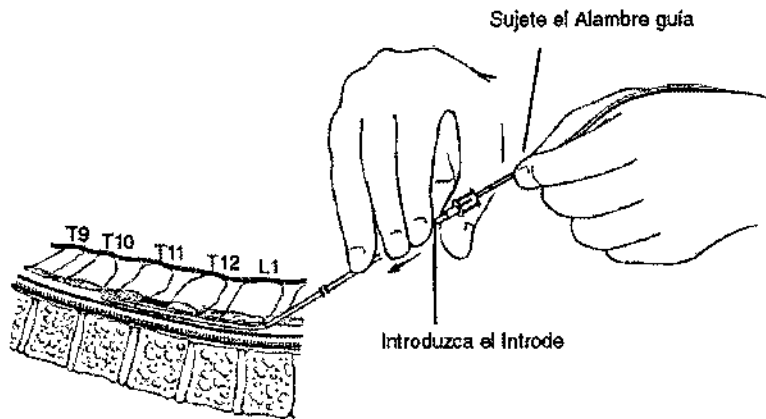

FIGURA 9
6.* Introduzca la guía Introde por el extremo proximal del alambre guía en el mismo ángulo que la aguja anteriormente colocada (no más de 30º) (Figura 9). Con la ayuda de una imagen radioscópica, avance la guía Introde hacia el espacio epidural hasta la posición destino. Quizás sea necesario girar la guía Introde a medida que atraviesa el ligamento amarillo.